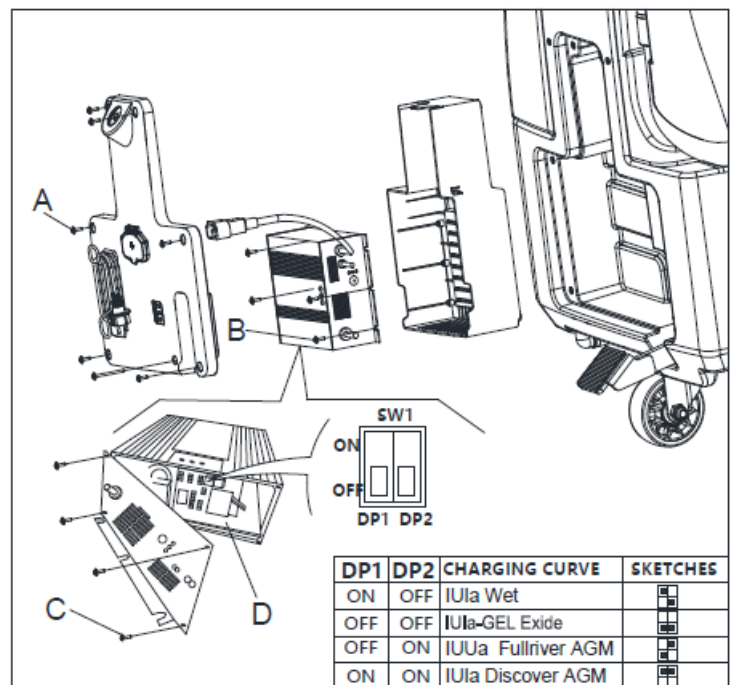

Figura 6
19. Impostare DP1 e DP2 in base alla tabella della Figura 6.
20. Montare le viti (A, B, C, Figura 6) al termine dell'impostazione.